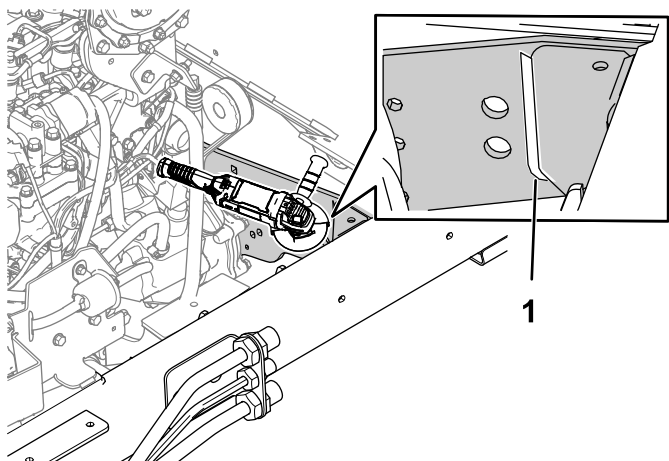

Figura 8
1. Desbaste a solda localizada entre o suporte do eixo e o suporte do canto, como se mostra na (Figura 8). Repita no outro lado.